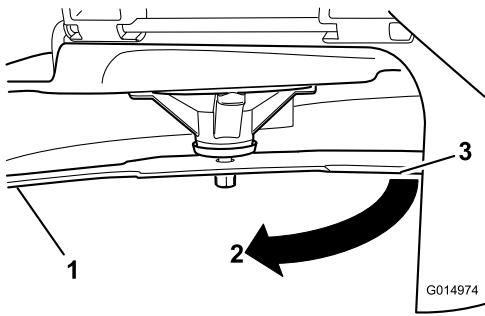

Figura 74
- Distancia medida entre la cuchilla y la superficie (A)
- Gire la misma cuchilla 180 grados de manera que el otro extremo esté en la misma posición (Figura 74).